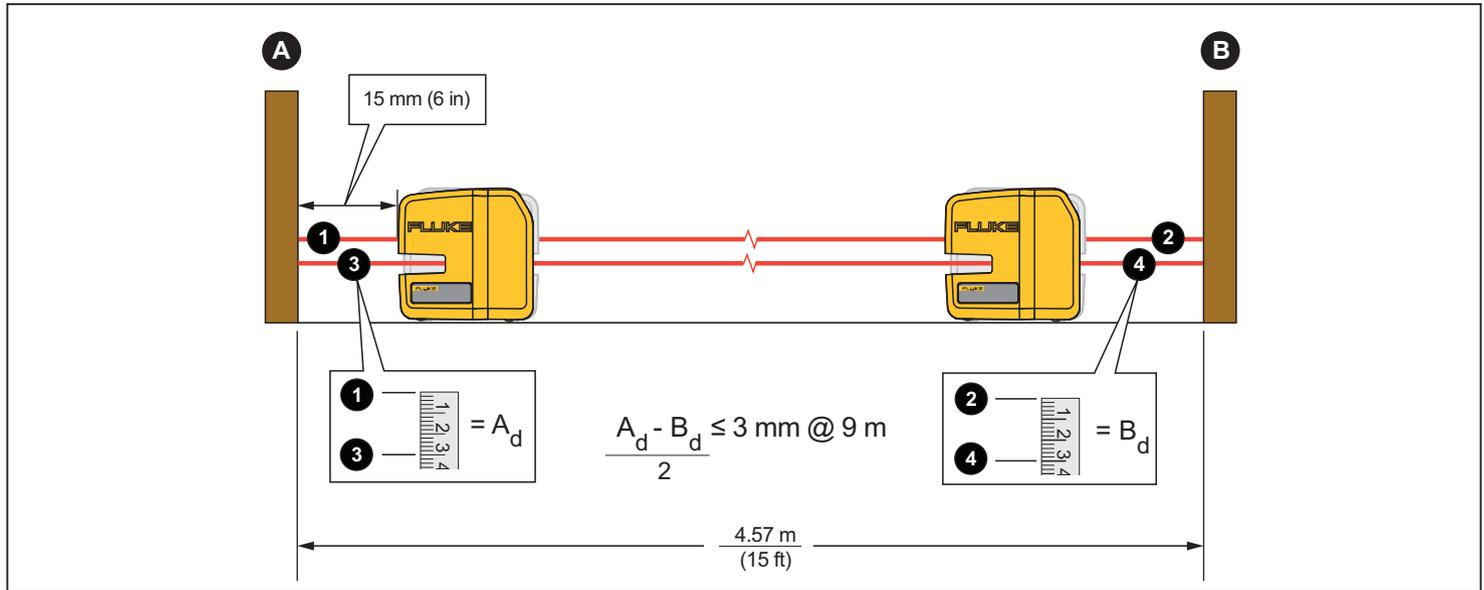

Figura 5. Precisión de láser horizontal
1. Encuentre una ubicación horizontal más o menos nivelada, preferiblemente una superficie de hormigón de unos $\geq 7,62$ m, y utilice las dos paredes respectivas como objetivos. También puede utilizar tacos de madera como objetivos. Consulte la figura 5.